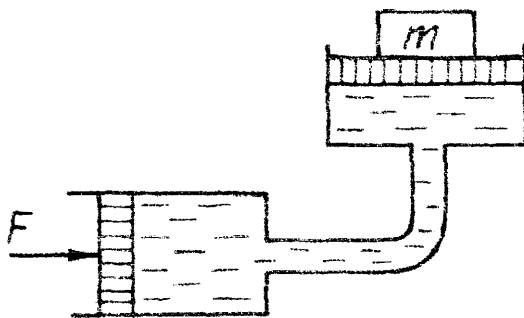

Рис. 3
10. Гидросистема заполнена минеральным маслом, определить давление в гидросистеме и массу груза лежащего на большом поршне, если для его подъема к меньшему поршню приложена сила 240 Н. Диаметры поршней соответственно 250 и 50 мм, разностью высот поршней пренебречь. (рис. 3)